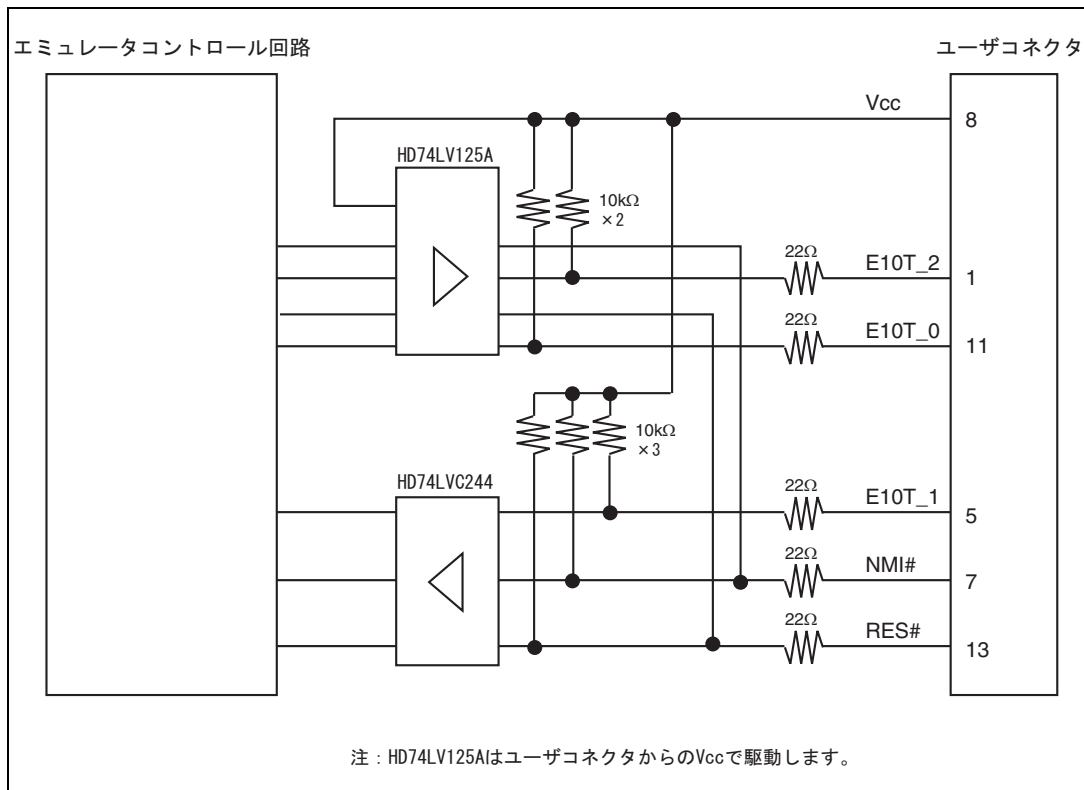

図 3.6 エミュレータ内インタフェース回路（参考）
- 8 . 図3.6にエミュレータ内インタフェース回路を示します。プルアップ抵抗の値などを決定するときに参考にしてください。